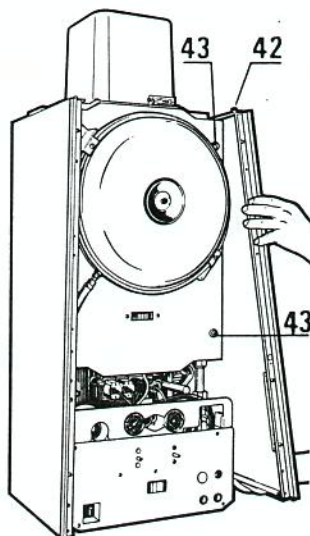

Fig. 22
2) Assembler les pièces en commençant par les deux panneaux de côté (fig. 22). Après les avoir accrochés, engager les vis en partie inférieure et les visser à demi.
4) Accrocher le panneau avant en l'engageant dans les deux têtens supérieurs (42) (fig. 22), et ajouter les 3 vis de fixation dans la partie inférieure.
Pour intervenir sur le brûleur, il y a lieu de démonter la porte avant du caisson en dévissant les 4 vis (43) (fig. 22)
- Remonter la porte avant du caisson et visser les 4 vis (43) (fig. 22).